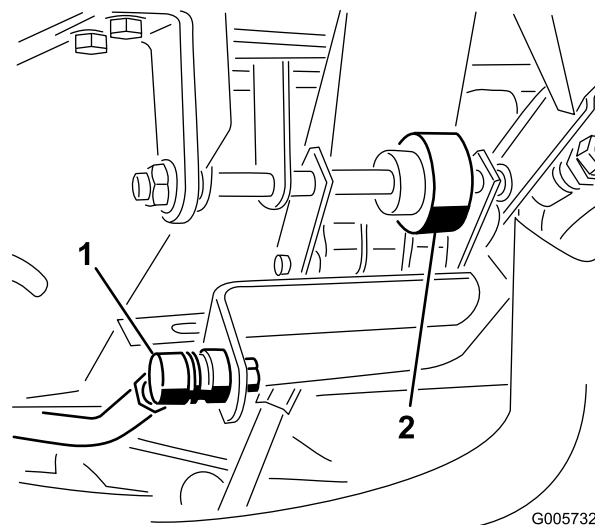

Figura 71
4. Ajuste el extremo de la varilla de control (Figura 71) hasta obtener un espacio de 3 mm entre la parte superior del tornillo de tope del pedal de tracción y el pedal. Apriete las contratueras.
1. Afloje las dos tuercas que fijan el eje del pedal de tracción en el lado derecho del pedal (Figura 71).